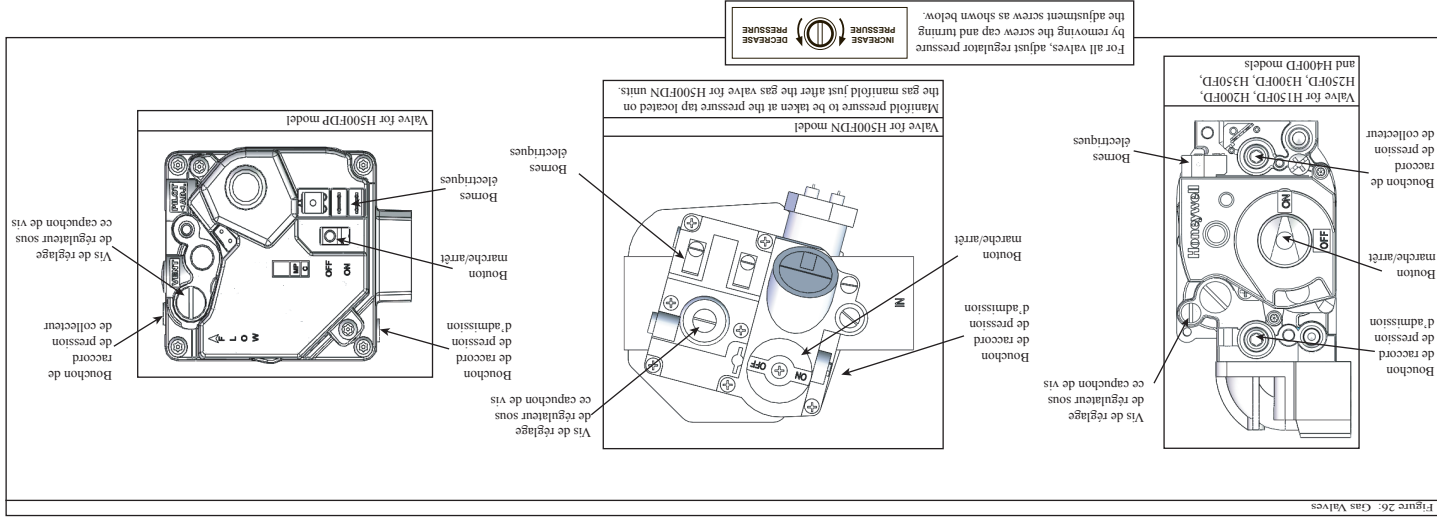

Figure 26: Gas Valves
- a. Retirer le capuchon de la vis de réglage du régulateur (voir la figure 26).